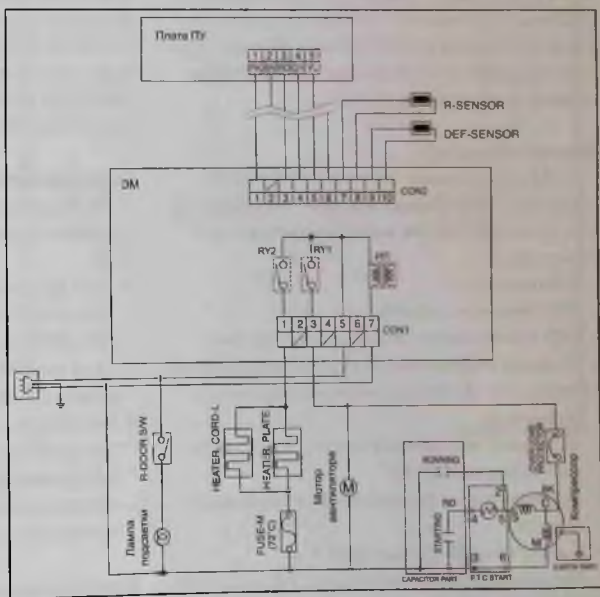
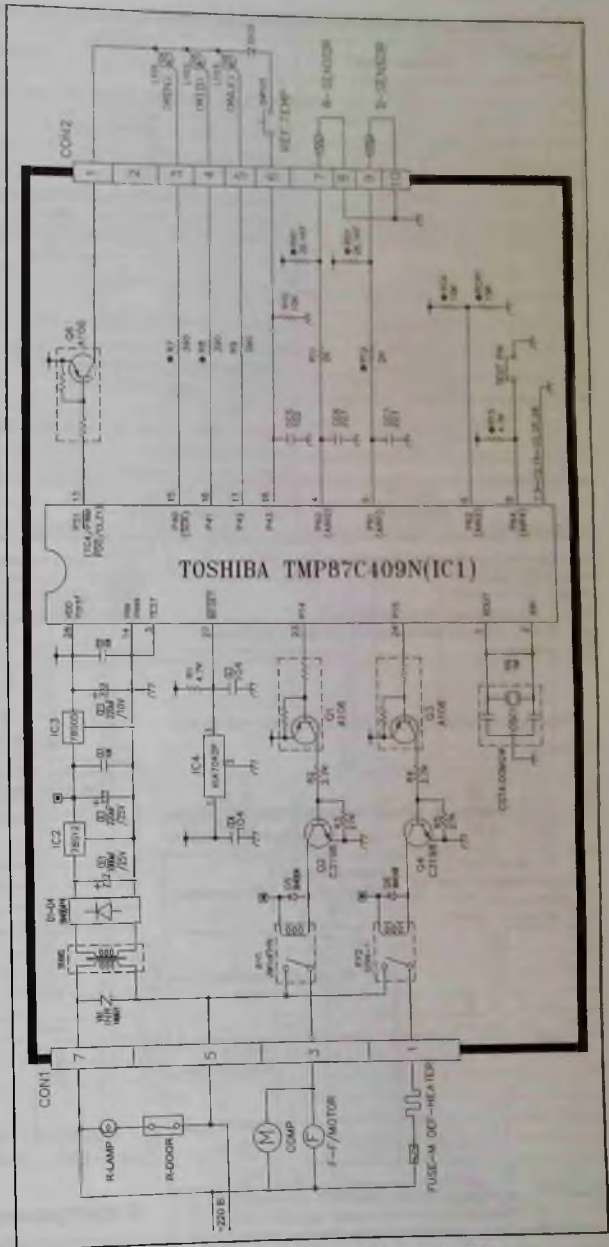

Рис. 2. Схема соединений основных узлов в составе холодильника
Рис. 4. Принципиальная электрическая схема ЭМ
Проверяют цепь питания ТЭН2: нижняя по схеме (рис. 2) силовая контактная группа реле RL1 — контакт 1 соединителя J5 — термостат 1 — ТЭН2 модуля сушки — контакт 4 соединителя J8 — силовая контактная группа реле RL4 — контакт 3 соединителя J5 — термостат 2 — контакт 2 соединителя J5 — контакт 2 соединителя J4.
Схема соединений узлов в составе холодильника показана на рис. 2. Внешний вид ЭМ 6871JB1103N показан на рис. 3, его принципиальная электрическая схема — на рис. 4. Чтобы облегчить поиск элементов, на рис. 5 показано их расположение на плате ЭМ.
– МК IC1 типа TMP87C409N (рис. 4);
- Реле RY1 служит для управления компрессором (COMP) (рис. 4) и мотором вентилятора (F-F MOTOR). Сигнал управления формируется на выв. 23 IC1 и через каскады на транзисторах Q1, Q2 поступает на обмотку реле.